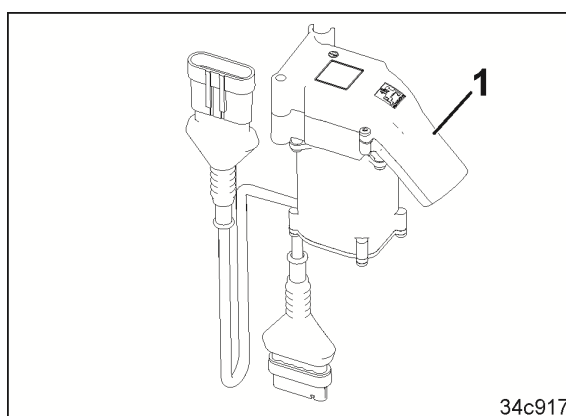

Fig. 96
- stenger kjøresporluker i kjøresporsegmentene (Fig. 96/1) i fordelerhodet sågodstilførselen til frøledningene til kjøresporlabbene, se kapittel "Fordelerhode", side 73